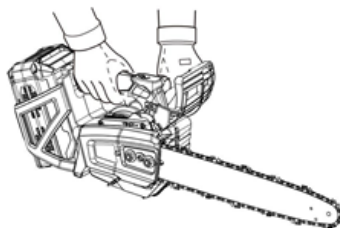

Fig 3
- Halten Sie die Maschine mit beiden Händen fest (Abb. 3), wobei die rechte Hand am hinteren Griff und die linke Hand am vorderen Griff liegt, wenn das Gerät in Betrieb ist. Halten Sie die Griffe der Kettensäge mit Daumen und Fingern fest im Griff. Ein fester Griff trägt dazu bei, Rückschläge zu reduzieren und die Kontrolle über die Maschine zu behalten. Zur Steuerung der Maschine müssen stets beide Hände verwendet werden.